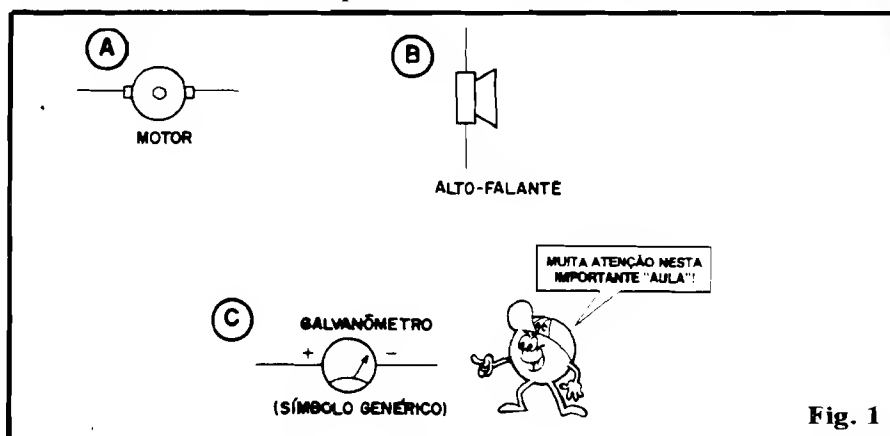

Fig. 1
- FIG. 1 - Na 4ª "Aula" do nosso "Curso", vimos os importantes EFEITOS MAGNÉTICOS DA
**CORRENTE**, onde aprendemos que todo e qualquer condutor, ao ser percorrido por Corrente, é envolvido por um Campo Magnético, gerado pela tal Corrente... Se enrolarmos o tal condutor, formando o que chamamos de **BOBINA**, podemos ainda concentrar, intensificar esse campo magnético, obtendo um **ELETROIMÃ**, com seus polos magnéticos Norte e Sul, e cujas forças de atração e repulsão se manifestam “iguai-zinhas” as de um ímã permanente (minério já encontrado magnetizado, na Natureza, ou liga de ferro que foi “tornada” permanentemente magnética). Ainda naquela importante “Lição”, vimos que se “mergulharmos” o nosso **ELETRO-IMÃ** num campo magnético firme, gerado por um ímã permanente, ocorrerá uma interação entre as forças envolvidas, determinando a manifestação de forças mecânicas (indução de movimento...) sobre ambos os componentes (o ímã permanente e o indutor/bobina momentaneamente percorrido por Corrente...). Tais fenômenos eletro-dinâmicos podem então, direta e proporcionalmente, transformar **eletricidade** em **movimento**, desde que o conjunto seja mecanicamente arranjado de modo a bem “aproveitar” as manifestações e vetores... No dia-a-dia da Eletro-Eletrônica, são vários os dispositivos e componentes que se valem de tais fenômenos, para o seu funcionamento! Entre eles temos (fig. 1-A) o **MOTOR** de C.C. (aplicamos energia elétrica aos seus terminais, e ele a “transforma” no movimento rotativo do seu eixo), o **ALTO-FALANTE** (fig. 1-B), ao qual aplicamos uma Corrente pulsada ou “modulada”, que ele “transforma” em movimento, imprimido às moléculas que formam o ar, e cujas proporcionais compressões e descompressões se manifestam - aos nossos sentidos - como **SOM** e, (fig. 1-C) o **GALVANÔMETRO**, na verdade um “parente” muito próximo do **MOTOR** e do **ALTO-FALANTE** (já que também manifesta uma “transformação” da Corrente em Movimento...). Também o gal-
vanômetro contém, intrinsecamente, uma bobina ou enrolamento, que deve ser percorrido por Corrente... A diferença é que nele, o que “se mexe” (com a passagem da Corrente) não é um eixo (como no motor) ou um cone de papelão (como no alto-falante) mas sim um ponteiro fino e longo, cujo deslocamento angular é diretamente proporcional à intensidade da Corrente que percorre o condutor! **NOTA:** na fig. 1, todos os componentes indicados são mostrados através dos seus **SÍMBOLOS**, inclusive o próprio galvanômetro, cuja representação já deve ser memorizada pelos Leitores/“Alunos” (já que é dessa forma representado o componente, nos diagramas e “esquemas” de circuitos...).